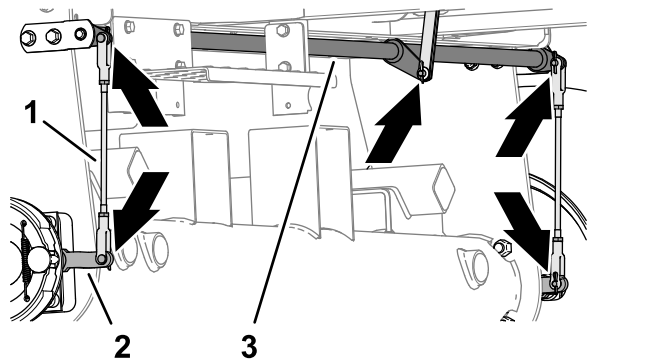

図 68
1. 左右のブレーキロッドアセンブリ図 68に破損や摩耗がないか点検する。
2. ブレーキのピボットシャフト図 68に摩耗や破損がないか点検する。